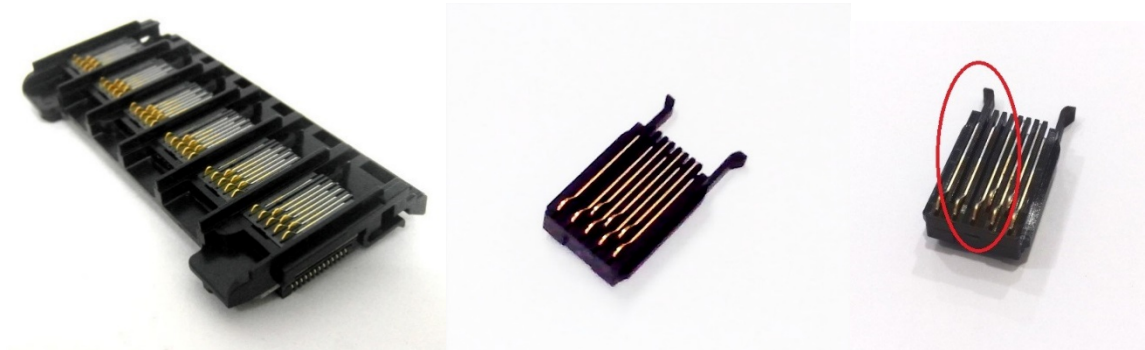

Рисунок 2.22 - Контакти CSIC
2) Контакти CSIC (див. рис. 2.22). Контакти чіпа та плати можуть бути поламані, деформовані або накопичуватися чорнило. Ми проводимо перевірки та замінюємо їх за потреби.